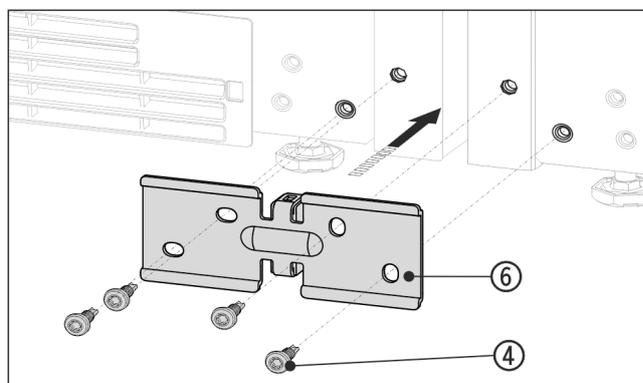

Fig. 14 Représentation à titre d'exemple
- ▶ Pousser l'équerre Fig. 14 (6) avec l'entretoise entre les appareils et visser sans serrer avec 4 vis Fig. 14 (4).